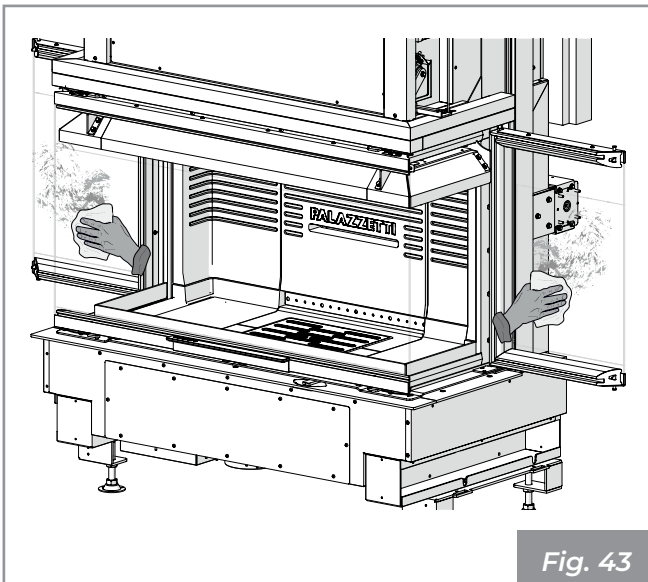

Fig. 43
- 3) Nettoyer la vitre à l'aide d'un chiffon humide ou avec du papier humidifié et passé dans de la cendre (Fig. 43).